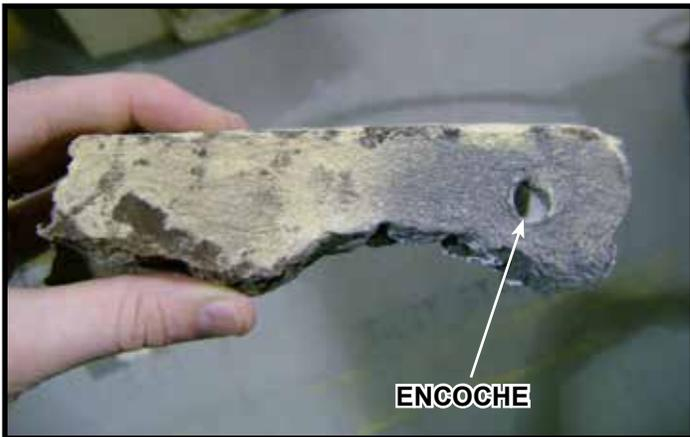

Figure 12. Bûche n° 4
**Bûche n° 4 (SRV2227-705)** : Agencez l'encoche du bas de la bûche n° 12, comme il est indiqué à la Figure 12, avec la tige de la bûche située sur la surface du brûleur. L'encoche sur l'extrémité droite de la bûche devrait s'agencer avec la barre de grille. Voir la figure 11